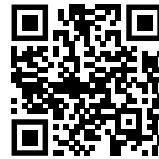

Fig. 155
► Otvorte Liebherr SmartMonitoring Dashboard. (pozri Fig. 155)